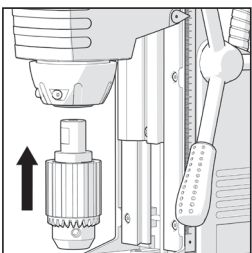

Fig. 11
- Justera de två (2) platta ytorna som finns på chuckadaptorn med ställskruvarna i gängen. (Fig. 11)